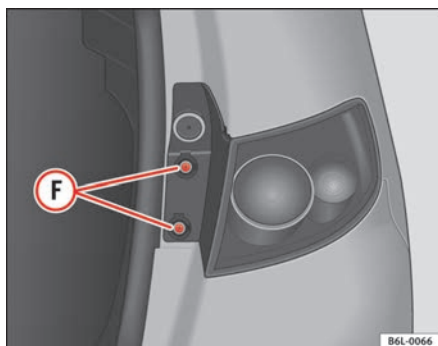

Abb. 165 Rücklicht an der Karosserie
- Die Schrauben **F** ⇒ Abb. 165 mit dem flachen Ende des Schraubenziehers lösen.